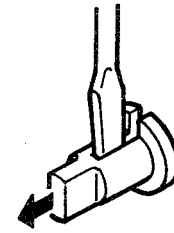

Abb. 1
- 1) Die Bedienungsfeld-Klappe öffnen und die Knöpfe von den Reglern für BASS, TREBLE, BALANCE und REC OUT abziehen. Für das Entfernen einen kleinen Schraubenzieher in den seitlichen Schlitz am Knopf stecken und den Knopf vorsichtig, ohne Verkratzen der Frontplatte, nach außen drücken. (Abb. 1)